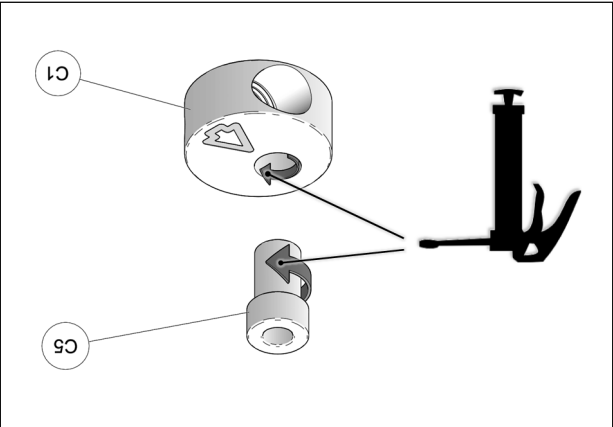

Fig. 16
11. À l'assemblage les bagues espacateurs (C5) doivent être graissées. Appliquer une couche de graisse uniforme sur toute la circonférence de la bague espaceur et dans le logement de l'extrémité en aluminium (C1). Voir la Fig. 16